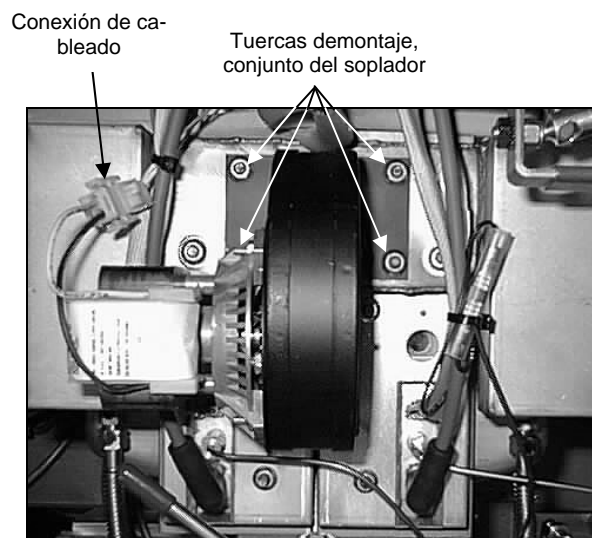

Figura 1
1. Desconecte el haz de cables del soplador y quite del mismo las cuatro tuercas de montaje (ver Figura 1). En algunas posiciones, puede que se necesite retirar el módulo antes de extraer el soplador.